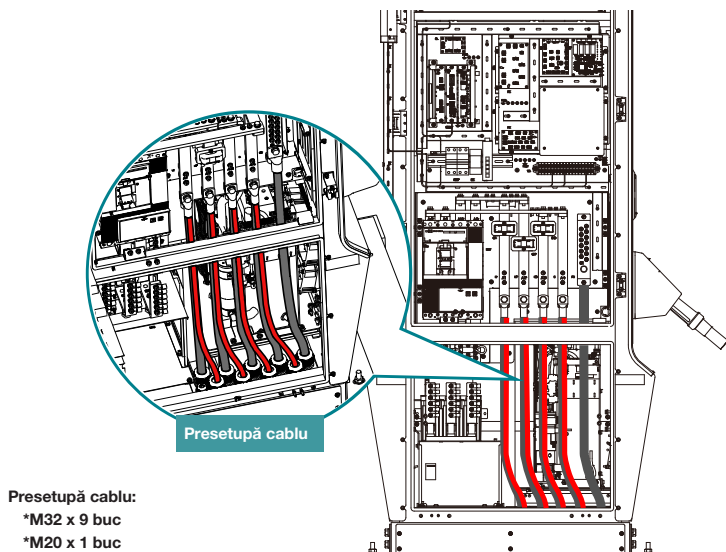

Figura 19. Conexiune cablu și presetupă cablu
- 1) Deschideți ușa și dezasamblați capacul de protecție pentru cablare. A se vedea Figura 19.
- 3) Conectați cablurile CA L1, L2, L3 și N la barele colectoare (a se vedea figura 19). Atașați fiecare fir și cuplați elementele de fixare în conformitate cu „Anexa B - Tabelul cerințelor de cuplu”.
- 5) Asigurați-vă că aveți suficient spațiu liber în fiecare cablu, apoi fixați presetupa pentru cablu (dacă este necesar) (a se vedea figura 19).